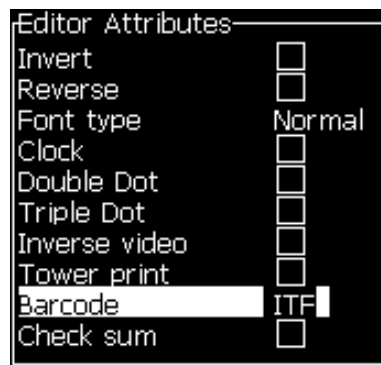

Figura 5-54: Selecionar o tipo de código de barras
- 2 Pressione a tecla F3 ou ALT + E e selecione *Atributos em linha* para abrir a tela *Atributos do Editor* (Figura 5-54 na página 5-58).